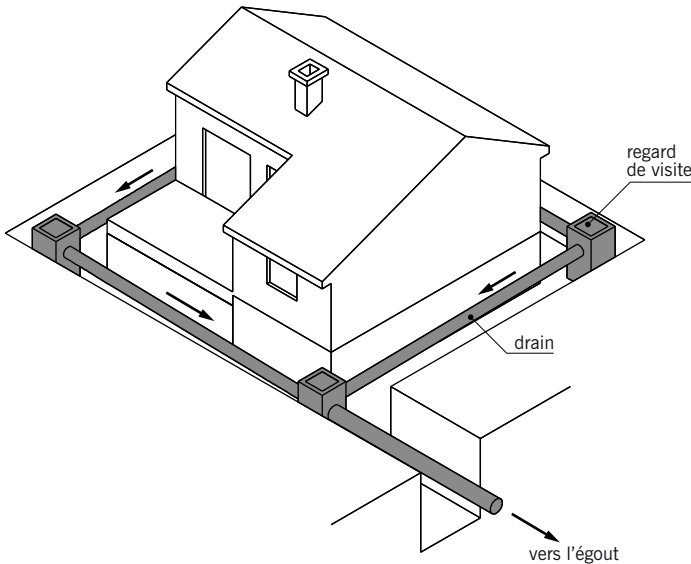

fig. 2.14
■ **Le drainage** : ensemble des ouvrages qui collectent et évacuent les eaux de ruissellement et les eaux souterraines. Ils sont situés à proximité des fondations d'une habitation ou d'un mur de soutènement (fig. 2.14). Un tel dispositif, qui est à prévoir lorsque le bâtiment ou l'ouvrage est fondé sur des couches de terrains imperméables ou peu perméables, comprend généralement les éléments suivants (fig. 2.15) :